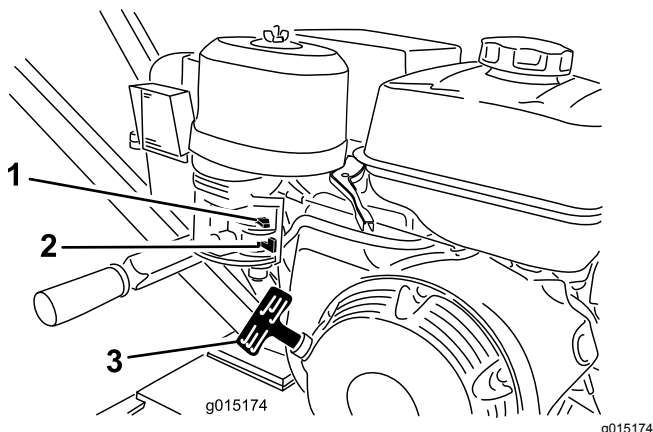

Figura 8
- Spostate la valvola del carburante in posizione di APERTURA, completamente a destra (Figura 8).
- Spostate la leva dello starter in posizione di ACCENSIONE (Figura 8).
- Tirate delicatamente la maniglia dell'avviatore autoavvolgente fino a quando non avvertite resistenza, poi tiratela in modo secco (Figura 8). Riportate indietro delicatamente la maniglia dell'avviatore autoavvolgente.